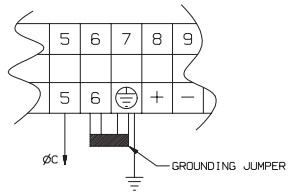

FIGURE 1
- 1.4 LOCATE THE GROUNDING JUMPER BETWEEN TERMINALS 6 AND 7 AS SHOWN IN FIGURE 1.